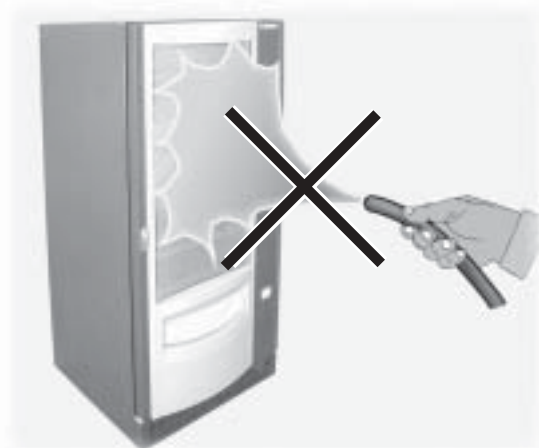

Fig. 34
- utilizar chorros de agua para la limpieza de la máquina (Fig. 34).